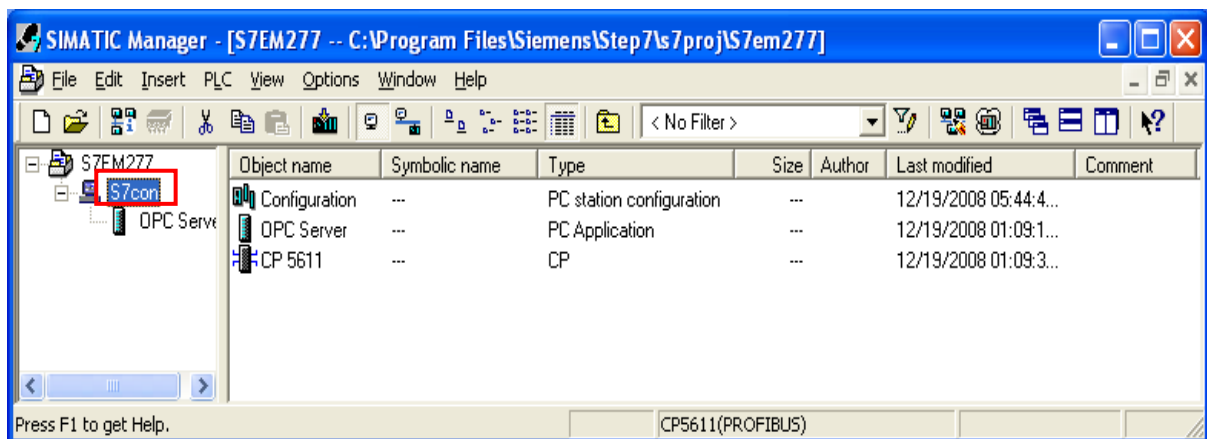

图 3
1. 新建一个项目，通过 Insert > Station > Simatic PC Station 插入一个 PC 站，注意站名要更改成 Station Configuration Editor 中所命名的 Station Name，即命名为“S7con”，如图 3